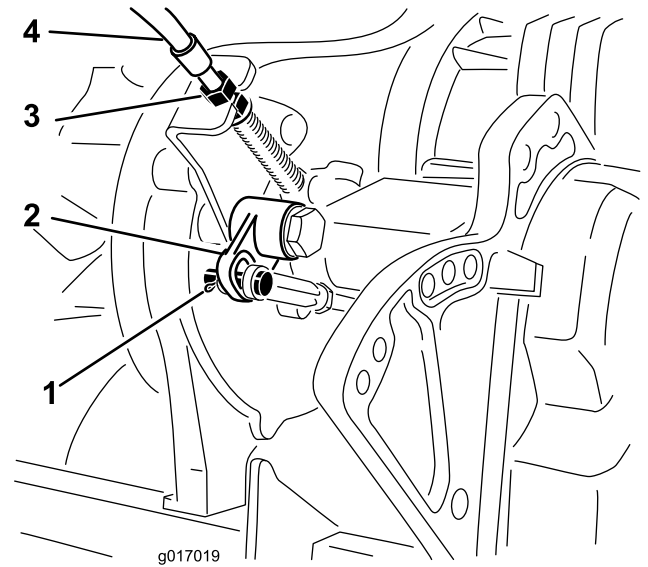

Figura 46
Nota: Si hay holgura, ajuste las contratuercas en el soporte (Figura 46) hasta eliminar la holgura en el cable sin alargar el muelle.
4. Retire el pasador y la chaveta que sujetan la horquilla de la varilla a la palanca acodada (Figura 46).
5. Desconecte la horquilla de la palanca acodada (Figura 46).
8. En el soporte (Figura 46), ajuste las contratuercas del cable para reducir la distancia a la palanca para compensar la modificación anterior.